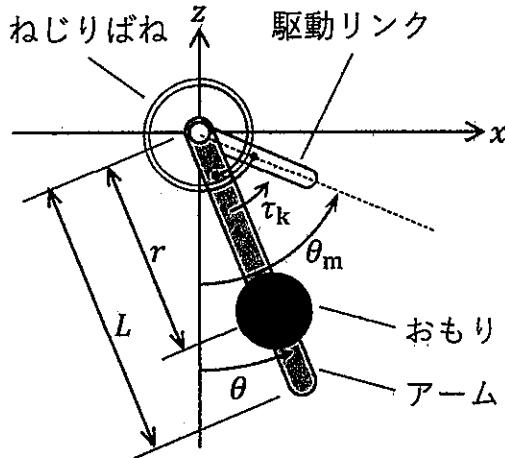

図2-1：おもり付きアーム
図2-1のように長さLで質量Mのアームがあり、回転中心からrの位置に質量mのおもりを固定できるようになっている。アームの質量は長さ方向に均等に分布し、おもりは質点とみなせるものとする。アームは原点を中心回転し、回転角はz軸負方向から反時計回りに θ とする。また、これとは別に原点を中心回転できる駆動リンクがあり、その角度をz軸負方向から反時計回りに θ_m とする。駆動リンクとアームは、質量を無視できるねじりばね ($\tau_k = k(\theta - \theta_m)$) のトルクを発生するばね) で接続できるものとする。このとき以下の問い合わせよ。
- [2] 図2-1のシステムを鉛直面内に設置した場合、次の各場合において、アームが左右に揺れる時のθに関する運動方程式を書き、θが微小な場合の周期を計算せよ。重力加速度はz軸負方向に大きさgであるとし、摩擦や粘性抵抗は無視してよい。答えに用いてよい文字は $\theta, M, m, L, r, I_p, g$ とする。
- [3] 図2-1のシステムを水平面内に設置し、おもり付きアームと駆動リンクがばねで接続され、かつ、アームの角速度に比例した抵抗トルク（比例定数はc）がある場合、次の問い合わせよ。おもり付きアームの原点回りの慣性モーメント I_A を用いてよい。